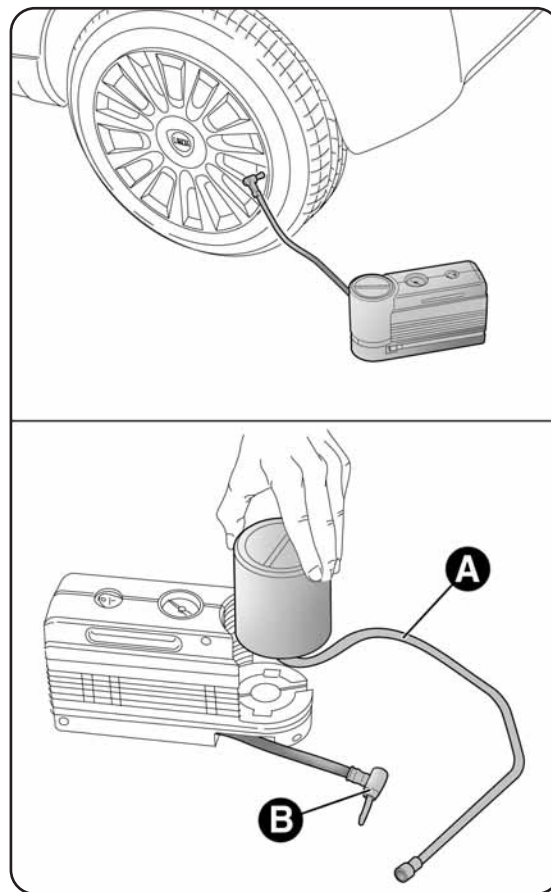

fig. 7
- retirer le raccord A-fig. 7 ;